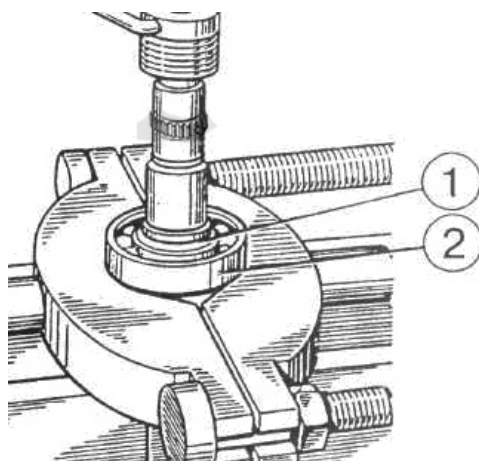

Рисунок 4.38
- и) снимите стопорное кольцо 1 (рисунок 4.38);